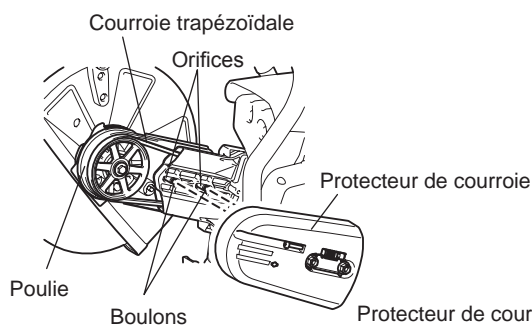

Fig. 6
- (6) Retournez l'accessoire de coupe que vous avez retiré, faites passer le boulon à travers l'orifice, puis remontez-le dans le sens B. Réinstallez la courroie trapézoïdale sur la poulie. (Fig. 6)